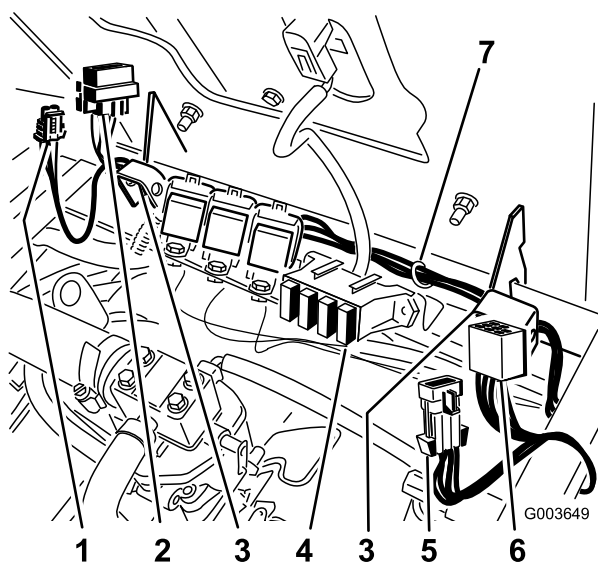

Figura 32
3. Pase el arnés desde el interruptor por la bisagra del asiento hasta el relé que se instaló anteriormente en la válvula (Figura 32).
Instale el fusible en la ranura derecha del bloque de fusibles (Figura 32).